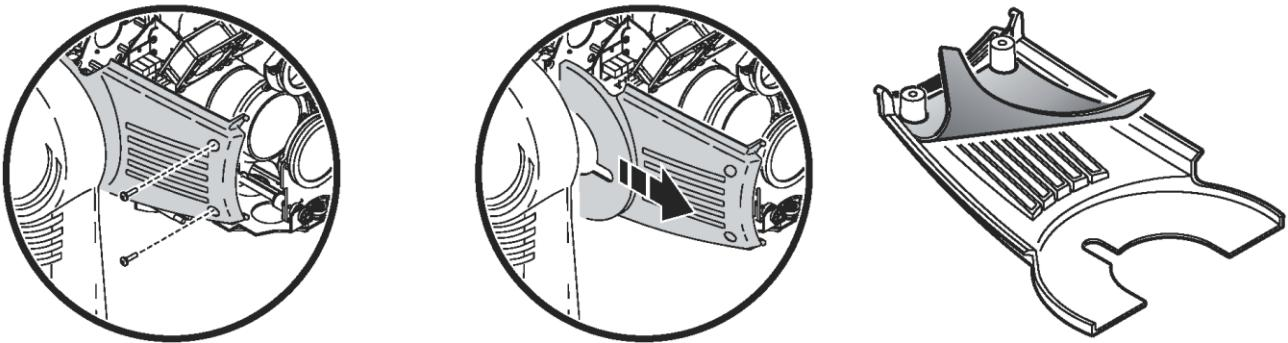

Рисунок 16: замена воздушных фильтров
7. С каждой стороны головного блока имеется по 2 винта, крепящих боковые крышки. Сдвиньте каждую крышку вперёд и снимите её. Прочистите воздушные фильтры или замените. Если фильтры забиты частицами дымовой жидкости и тому подобным, промойте их в тёплой мыльной воде и хорошо высушите. После этого установите их на прежнее место на боковых крышках. См. рис. 16.